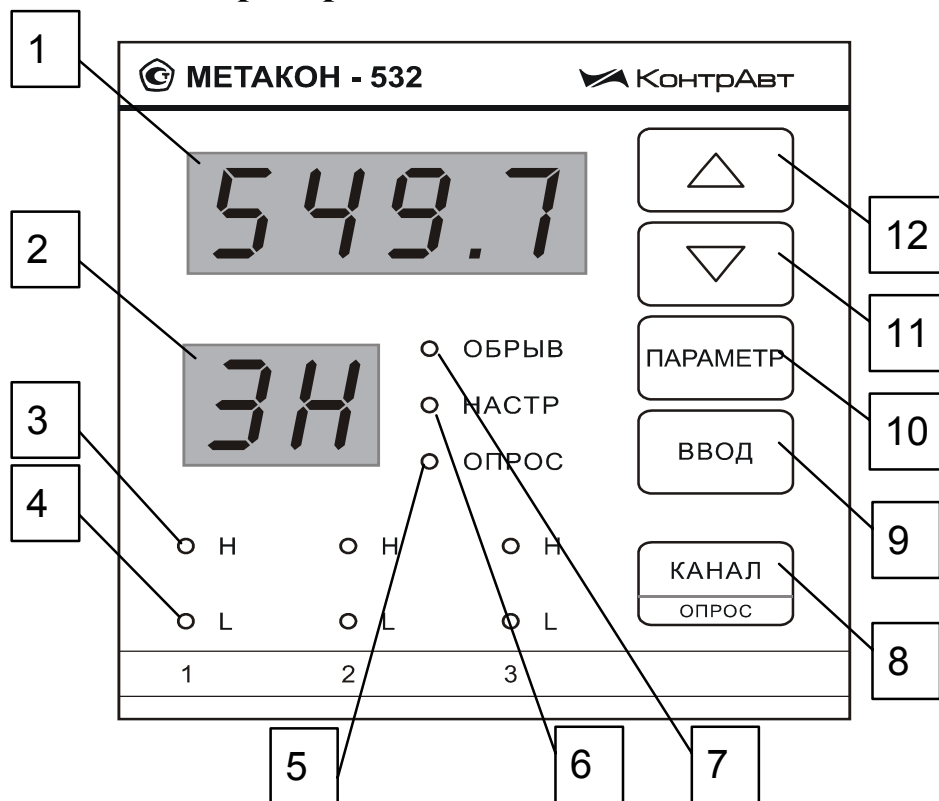

Рис. 5.1.1
3.6.5. Зона возврата Δ для функций 5, 6, 7 и 8 фиксирована, и равна двум значениям младшего разряда измерительного индикатора **1** (см. рис. 5.1.1).
В табл.5.2.1 перечислено назначение органов индикации и управления согласно нумерации рис. 5.1.1.
- путем повторного нажатия кнопки **ПАРАМЕТР** выбирается мнемонический код параметра, значение которого необходимо просмотреть или изменить; код параметра отображается на индикаторе **2**, его значение на индикаторе **1** (рис. 5.1.1); для переключения номера канала в меню **РАБОТА** дополнительно используется кнопка **КАНАЛ ОПРОС** ;